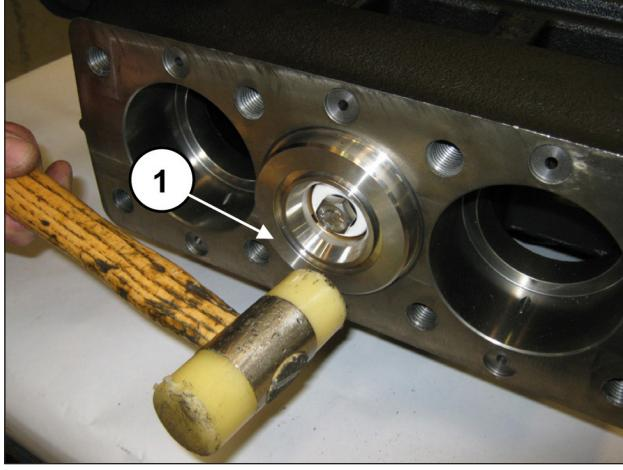

Fig. 188
Assicurarsi che il blocco camicia-supporto arrivi a posizionarsi correttamente fino a fondo sede (pos. ①, Fig. 188).